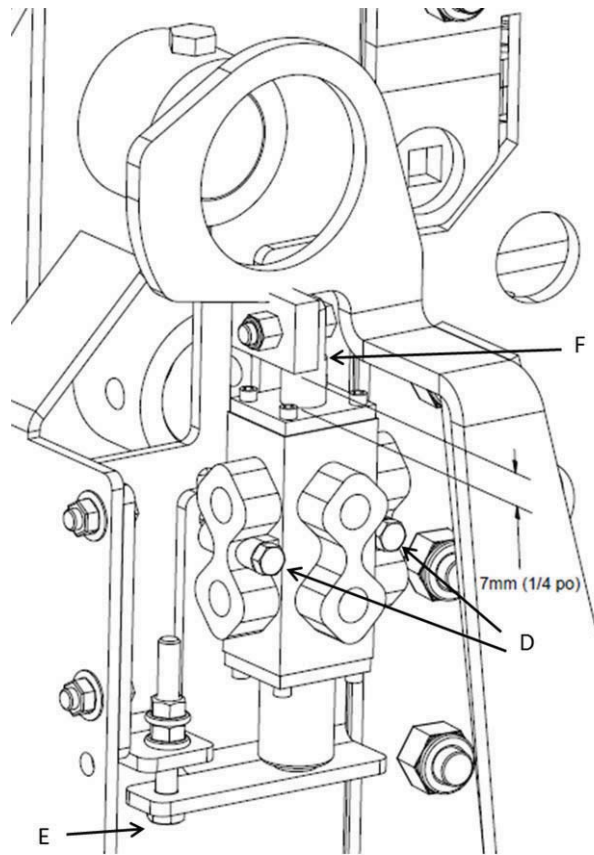

Figure 15 - Ajustement de la valve déviatrice
8. Remettez la came de la valve déviatrice en place en centrant le trou de la came avec le centre du pivot du bras (voir la Figure 15 - Ajustement de la valve déviatrice).
10. Desserrez les boulons (D) qui retiennent la valve déviatrice en place (voir la Figure 15 - Ajustement de la valve déviatrice) pour que la valve puisse glisser vers le haut.
11. Vissez le boulon (E) sous la plaque de soutien de la valve jusqu'à ce que le haut des vis sur le dessus de la valve soit à 7 mm (1/4 po) du dessous de la plaque fixée au plongeur (F).
12. Revissez les boulons (D) pour maintenir la valve dans cette position.